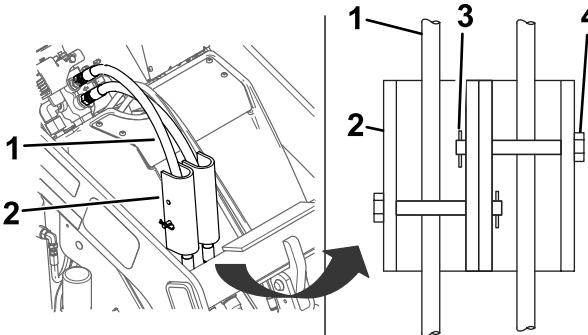

Bild 26
7. Montieren Sie die Zylinderschlösser über die Hydraulikschläuche und befestigen Sie diese mit den Lastösenbolzen und den Splints (Bild 26).